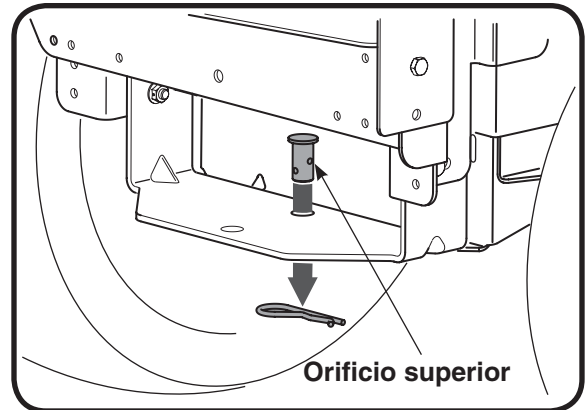

Figura 6
4. Reinserte el pasador de horquilla a través de los orificios alineados en el conjunto del soporte y en la placa de enganche y ajústelo con el broche de horquilla que se retiró antes. Consulte la Figura 6.